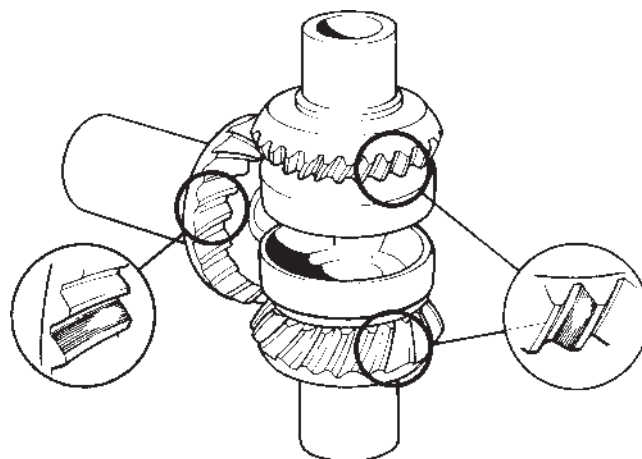

Fig. 8
17. Demontera kugghjuls paketen och jämför märkbilden på kuggarna med märkbilden på fig. 8, där den kuggkontakt, som skall eftersträvas, visas.